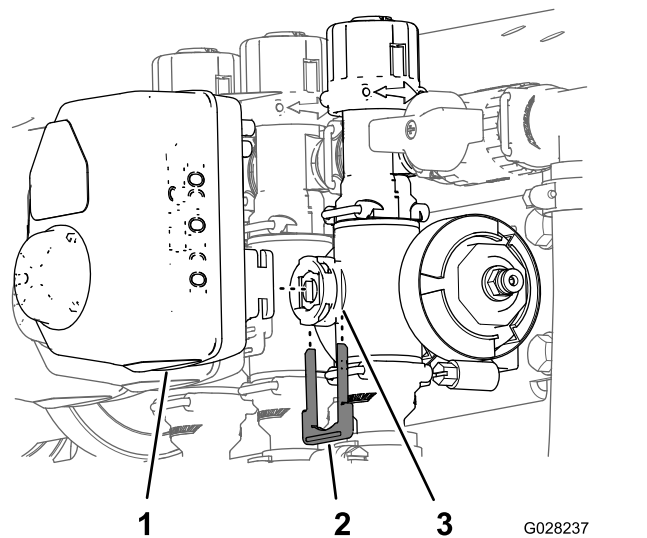

图61
3. 取下将致动器固定至喷洒率控制歧管阀、搅拌、主喷洒臂段或喷洒臂段阀的卡环 (图61)。